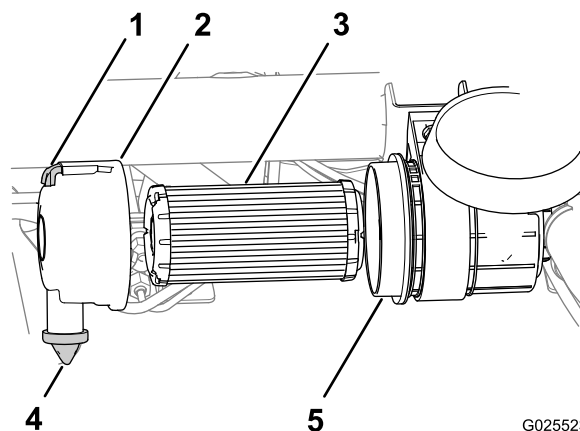

Figure 40
1. Tirez le verrou vers l'extérieur et tournez le couvercle du filtre à air dans le sens antihoraire (Figure 40).